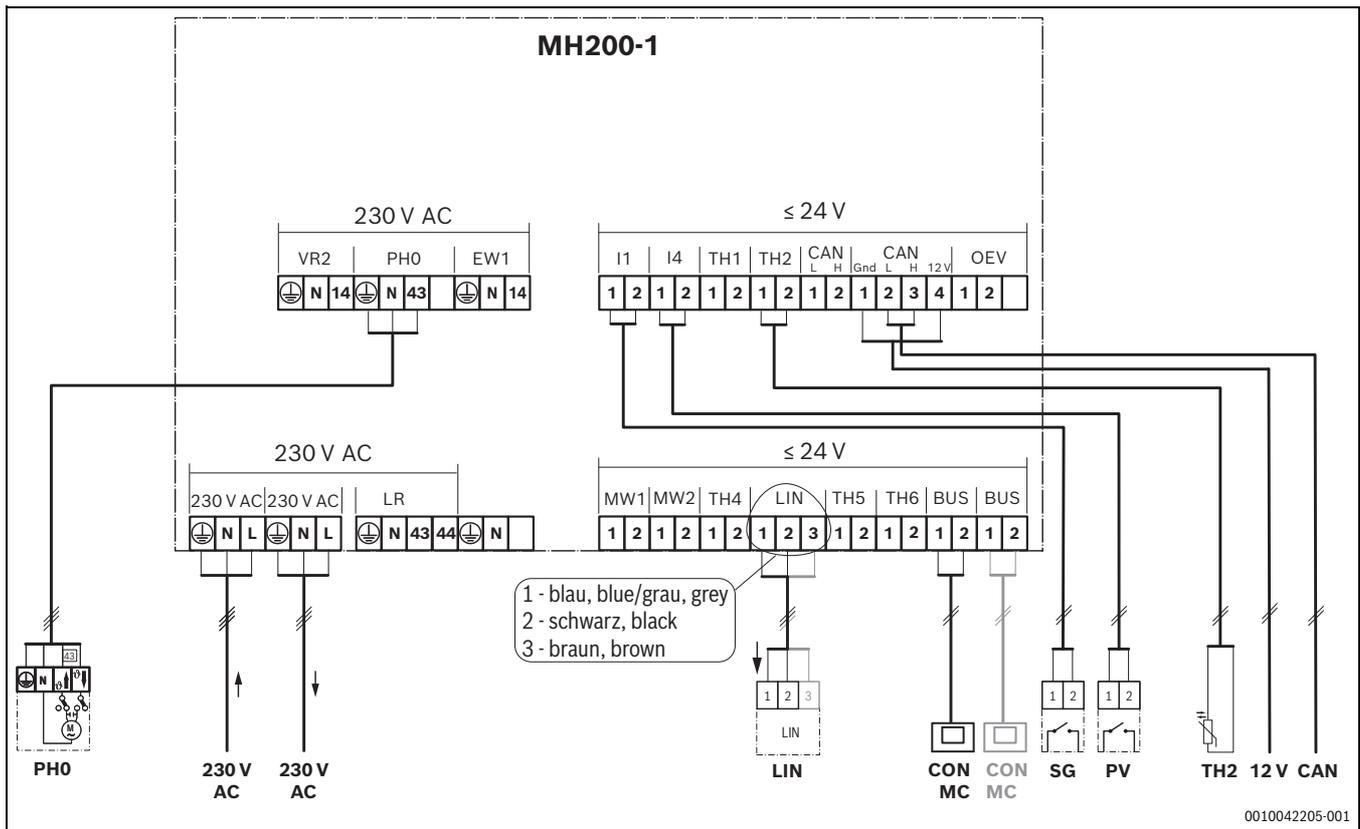

Bild 24 Überblick Anschlussklemmenbelegung
- ▶ Sicherstellen, dass die Kabel an den entsprechend markierten Anschlüssen des Moduls angeschlossen sind (→ Bild 24).
#### Legende zu Bild 24 und zu den Tabellen 4 und 5):